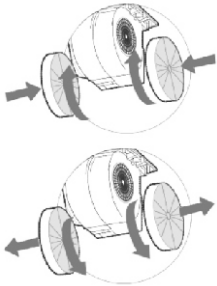

рис. 5А
- Угольные фильтры устанавливаются на защитные решетки корпуса вентилятора (рис. 5А).